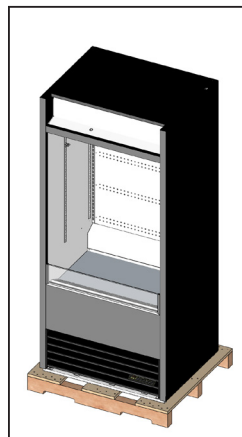

Fig. 1. Dépose de l'emballage extérieur.
1. Enlevez l'emballage extérieur (carton, film à bulles ou coins protecteurs en mousse de polystyrène et plastique clair). Voir Fig. 1. Vérifier s'il existe des dommages cachés. **Ici encore, faites une réclamation auprès du transporteur si vous constatez des dommages.**